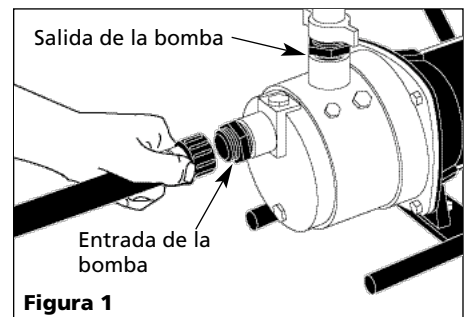

Figura 1
- Conecte la tubería o la manguera de salida a la bomba. La conexión de salida está diseñada para una rosca NPT de 1". Se pueden usar tuberías rígidas como por ejemplo de PVC o una manguera de jardín. Se incluye un adaptador para rosca de manguera de jardín (Figura 1).